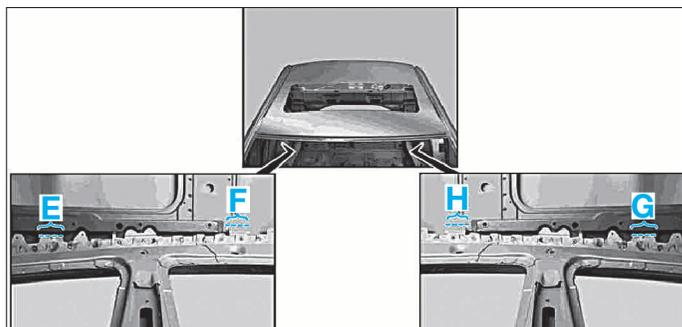

FIG. 123
• Ouvrir à l'aide d'une meuleuse les cordons (E), (F), (G) et (H) (Fig.123).